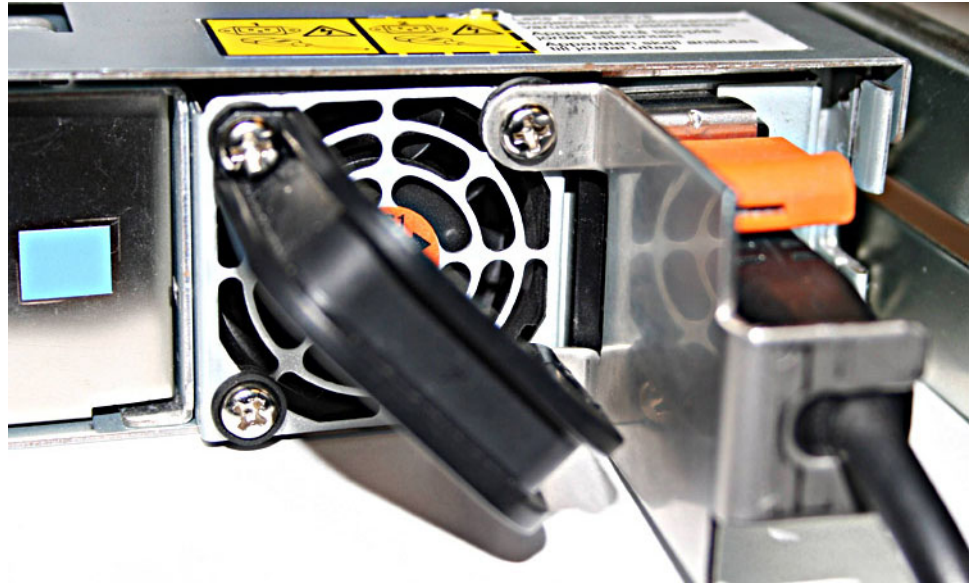

図 66. ケーブル保持ブラケットのオプション A が取り付けられている SAN ボリューム・コントローラー 2145-8G4
3. 403 ページの図 66 に示すように、電源ケーブルがブラケットのスロットを通るようにケーブル保持ブラケットを位置決めします。ブラケットのねじ穴と、前に 2 本のねじを除去した背面プレートにある穴の位置を合わせます。